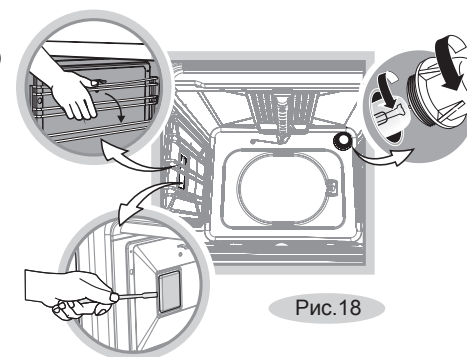

Рис.18
- Откройте стеклянный плафон (рис.18)
- Плафон боковой подсветки, при наличии, снимается с небольшим усилием. (рис. 18)